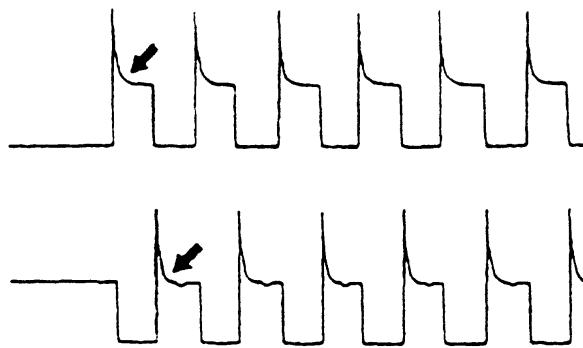
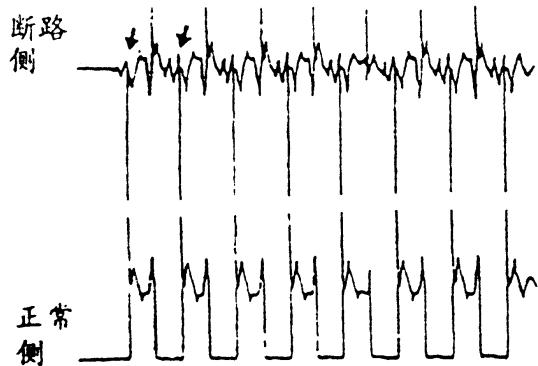

图 3-21 步进电机异常波形 (例 1)
图 3-22 步进电机异常波形（例 2）
(5) 如果步进电机有故障 (步进电机没有动作)，其波形特性如图 3-21 所示，步进电机旋转时所产生感应电动势没出现。如果故障是因为在步进电机与发动机 ECU 之间的线路断路，波形特性如图 3-22 所示，断路侧的电流没有到达步进电机线圈 (电压不会降至 0V)，正常侧的感应电动势波形与标准波形稍有不同。